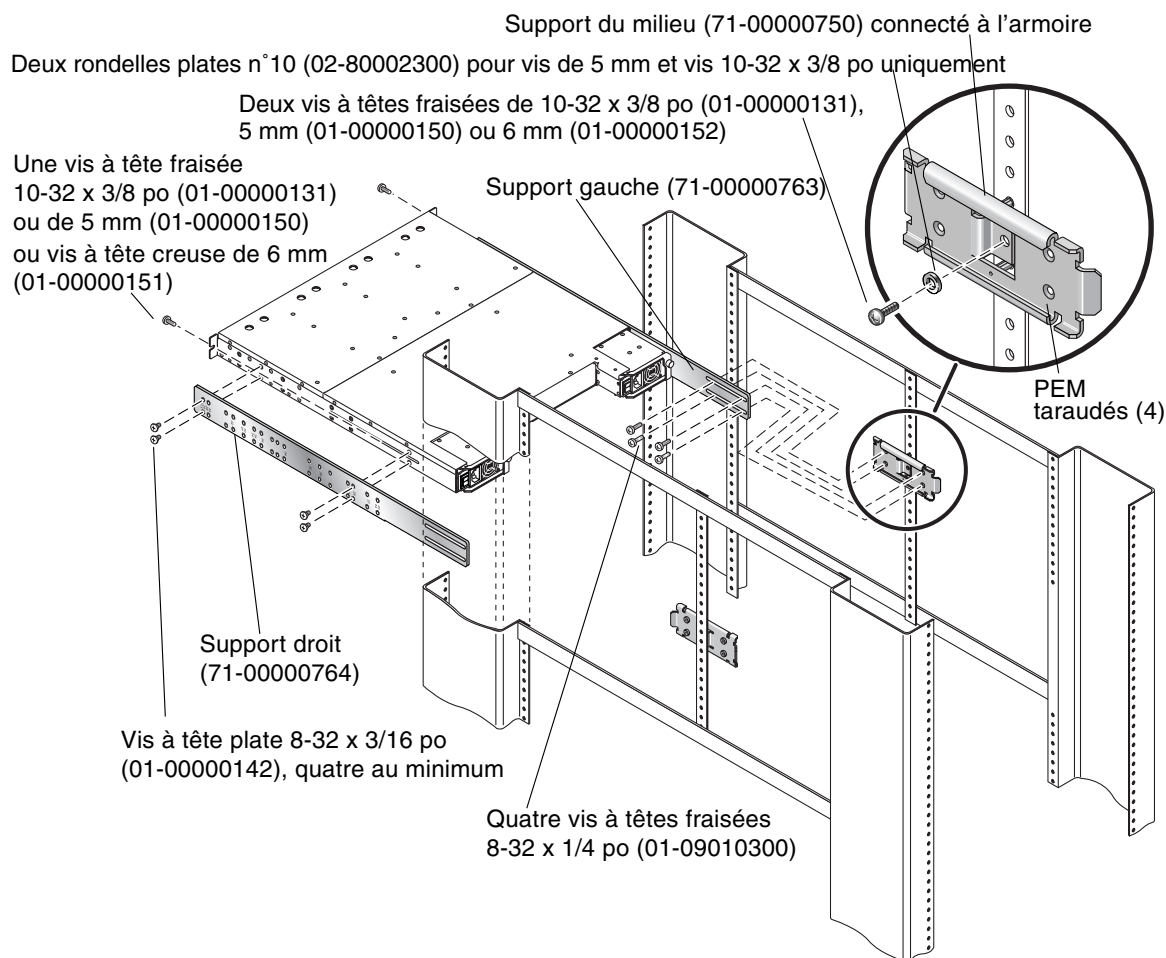

FIGURE 2-9 Montage en coffret à l'aide des supports du milieu
6. Fixez les supports du milieu aux montants centraux de l'armoire à l'aide d'une vis par montant (voir FIGURE 2-9).